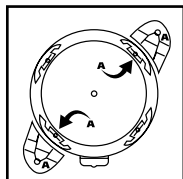

FIGURA 3
3. Con el drenaje del depósito mirando hacia usted, tome las bases para rueda marcadas con la letra **A** y colóquelas en las ranuras en la parte frontal izquierda y posterior derecha del depósito también marcadas con la letra **A**. **FIGURA 3**.